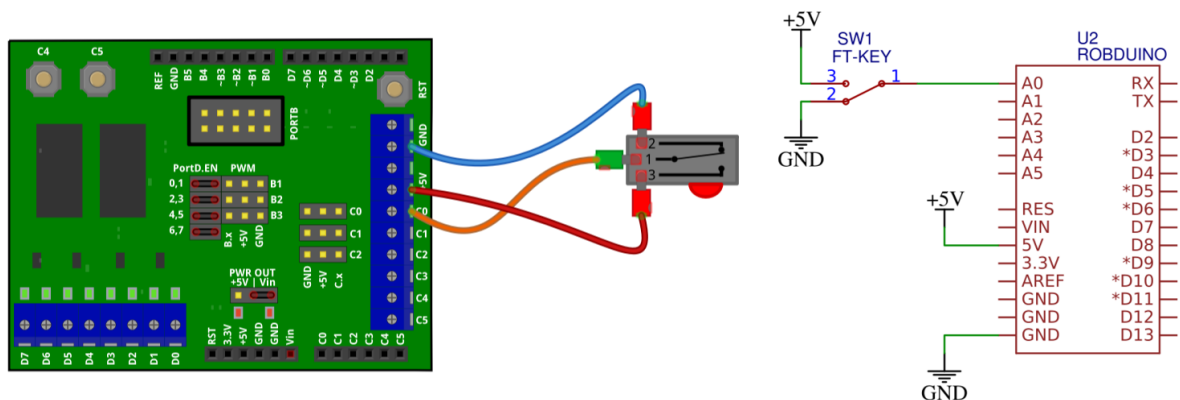

Figure 2.5: Priključitev tipke.
1. Priključite stikalo po shemi na fig. 2.5.